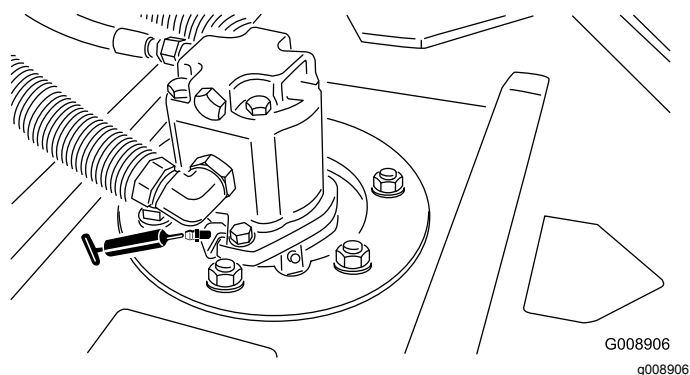

Figure 55
- Roulements d'axes de pivots de tablier de coupe (2 par tablier) (Figure 55)